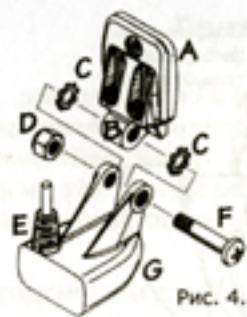

Рис. 3.
2. Прижмите шаблон к транцу в том месте, где предполагается закрепить датчик. Расположите шаблон вертикально так, чтобы стрелочки на ней совпадали с местом, где корпус соединяется со стенкой транца лодки (рис. 3).